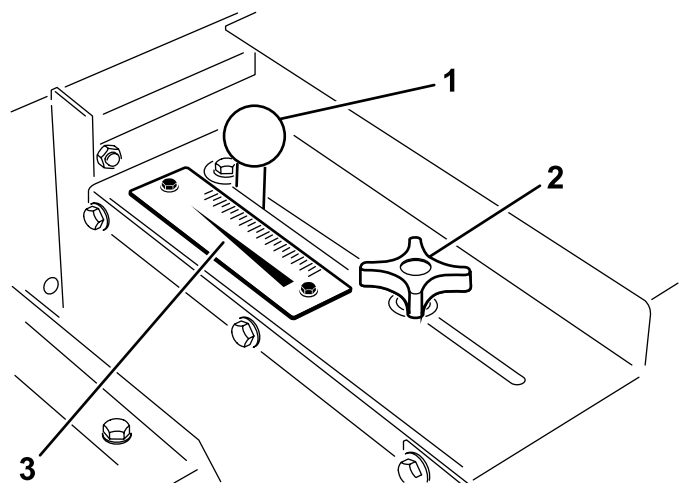

Figure 19
1. Desserrez le bouton de verrouillage (Figure 19) suffisamment pour lui permettre de glisser librement dans la fente.
2. Réglez le bouton de la trappe (Figure 19) à la position voulue puis serrez le bouton de verrouillage pour fixer le réglage.
Utilisez l'échelle de dosage (Figure 19) pour déterminer le débit voulu. Voir Taux d'application du sable \(page 19\).